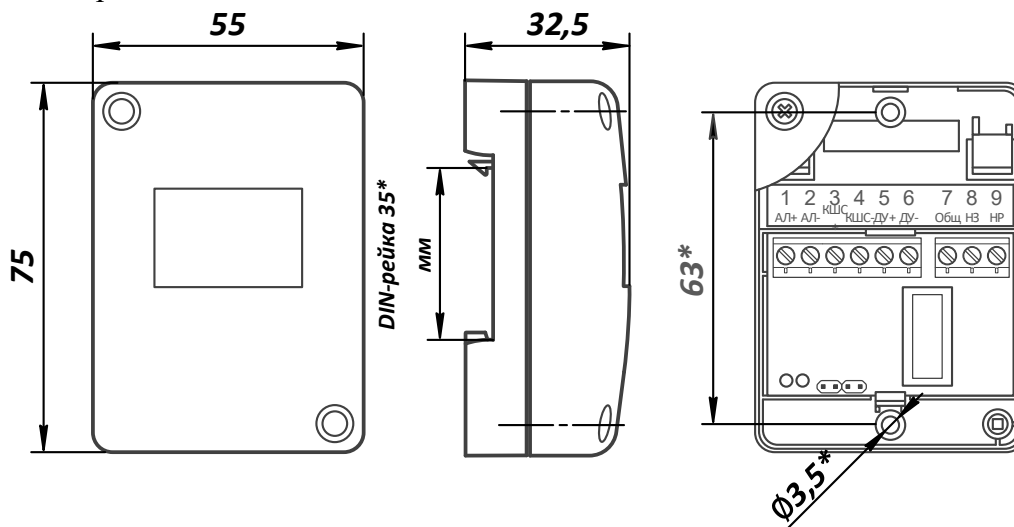
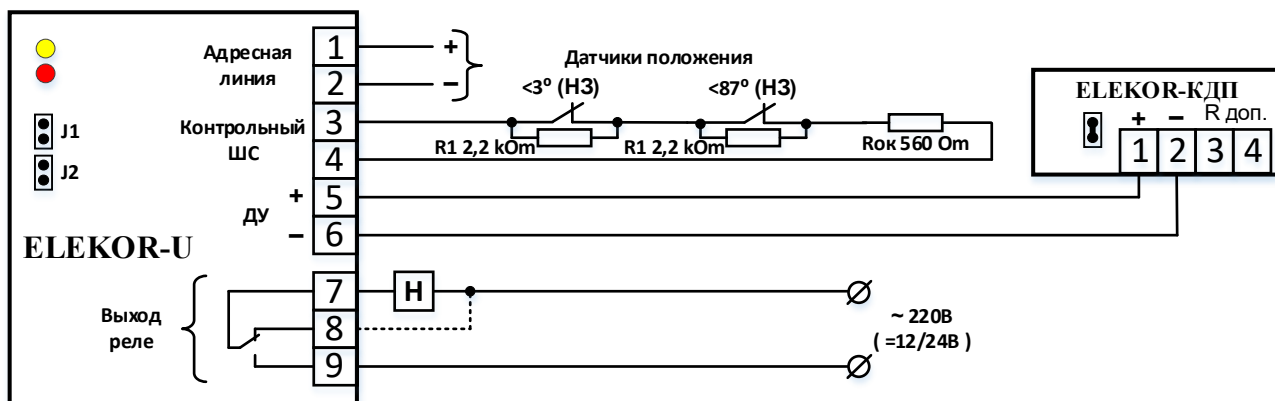

Рис.1. Габаритные и установочные размеры ELEKOR-U.
Рис.2. Схема подключения нормально-выключенной нагрузки.
1.9. Установка режимов работы модуля производится с помощью 2-х джамперов (см рис.2,3):
2.1.2. Габаритные и установочные размеры модуля показаны на рис.1, принципиальные схемы подключения – на рис.2 - 4.
На рис.2 при слаботочной нагрузке (светодиодное табло, сирена, некоторые приводы клапанов) возможна подсветка табло или слабое звучание оповещателя за счет протекания через них тока контроля цепи управления (п.4.8). Для устранения влияния тока контроля рекомендуется замыкать выключенную нагрузку, как показано пунктиром. Для сохранения контроля нагрузки замыкание следует производить резистором, подбирая его номинал в диапазоне $100\ \text{Ом} \div 5\ \text{кОм}$.